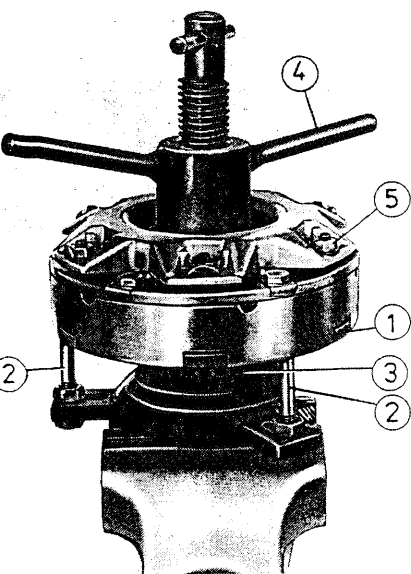

Fig. 219. Contrôle de fonctionnement de l'embrayage
L'écrou à ailette (4) du dispositif de montage (fig. 219) est serré en le tournant à droite jusqu'à ce que la plaque de butée (1) se trouve à l'écartement de 0,5 ... 1 mm de la couronne dentée. Dès lors, le disque récepteur intérieur (3) et le pignon d'attaque doivent être librement tournants.